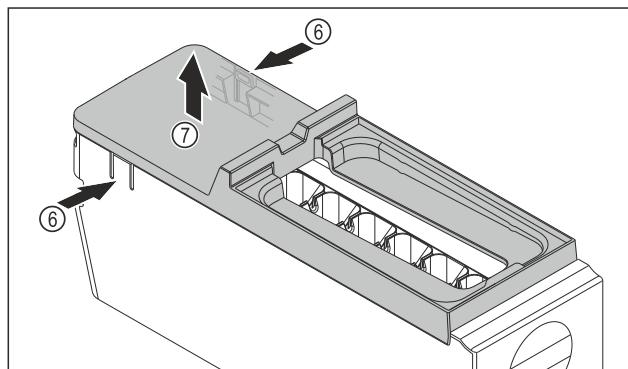

Fig. 137
- Vyjmutí krytu korpusu EasyTwist-Ice: Lamely Fig. 137 (6) na obou stranách korpusu EasyTwist-Ice stlačte jednou rukou.
- Kryt Fig. 137 (7) vyjměte druhou rukou nahoru.